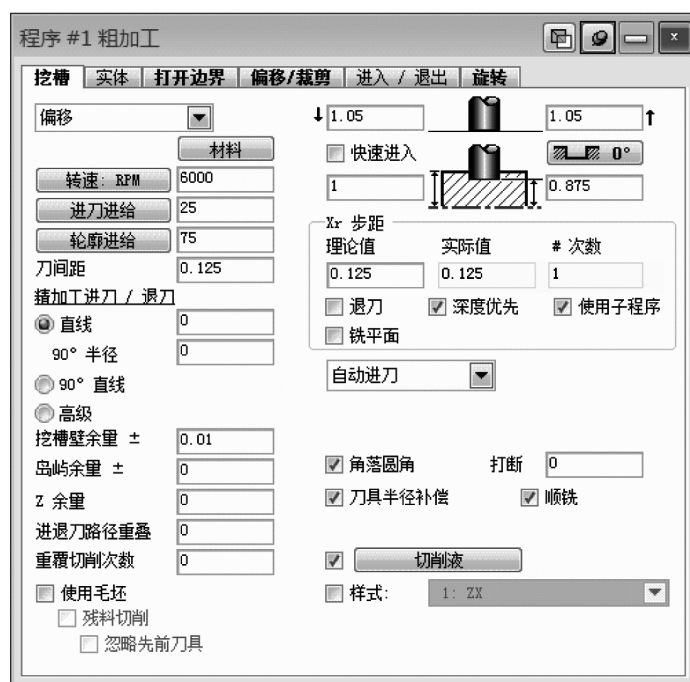

图 2-94 粗加工工艺参数#1
- 8) 使用刀具 #10 产生粗加工工艺参数#1，如图 2-94 所示。